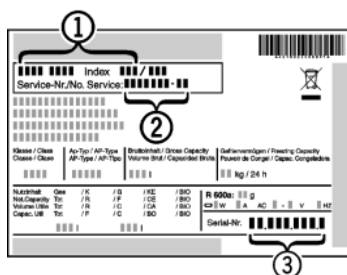

Fig. 7
► Apparaataanduiding Fig. 7 (1), service-nr. Fig. 7 (2) en serie-nr. Fig. 7 (3) van het typeplaatje aflezen. Het typeplaatje bevindt zich aan de linkerkant binnen in het apparaat.
► Contact opnemen met de Technische Dienst en het probleem, apparaataanduiding Fig. 7 (1), service-nr. Fig. 7 (2) en serie-nr. Fig. 7 (3) mededelen.